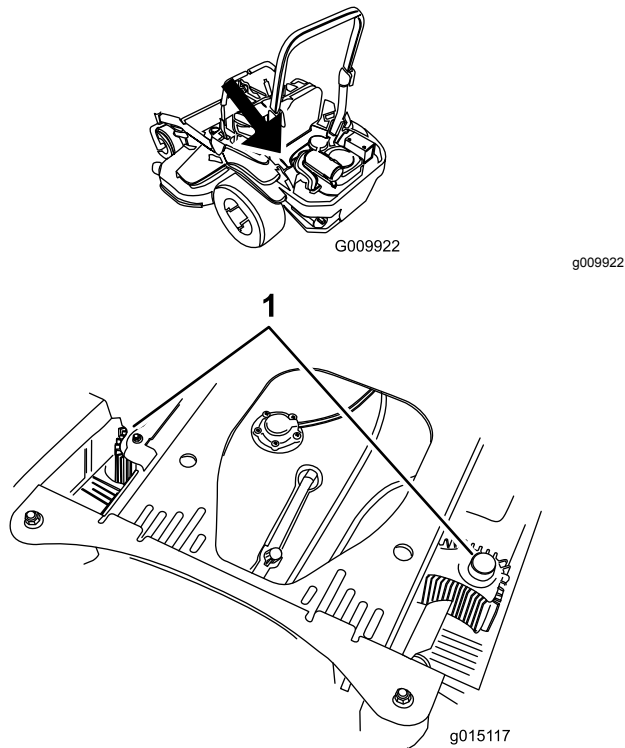

Figure 75
4. Débarrassez les protections de l'unité hydraulique de l'herbe et des débris accumulés (Figure 75).